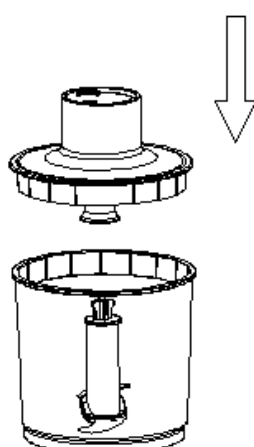

Fig:2
4. Puneți capacul bolului de tocare, potriviți canelura capacului cu proeminențele din interiorul bolului, apoi rotiți capacul în sensul acelor de ceasornic până la fixarea acestuia. (vezi Fig. 2) Pentru scoaterea capacului, rotiți-l în sens contrar acelor de ceasornic.